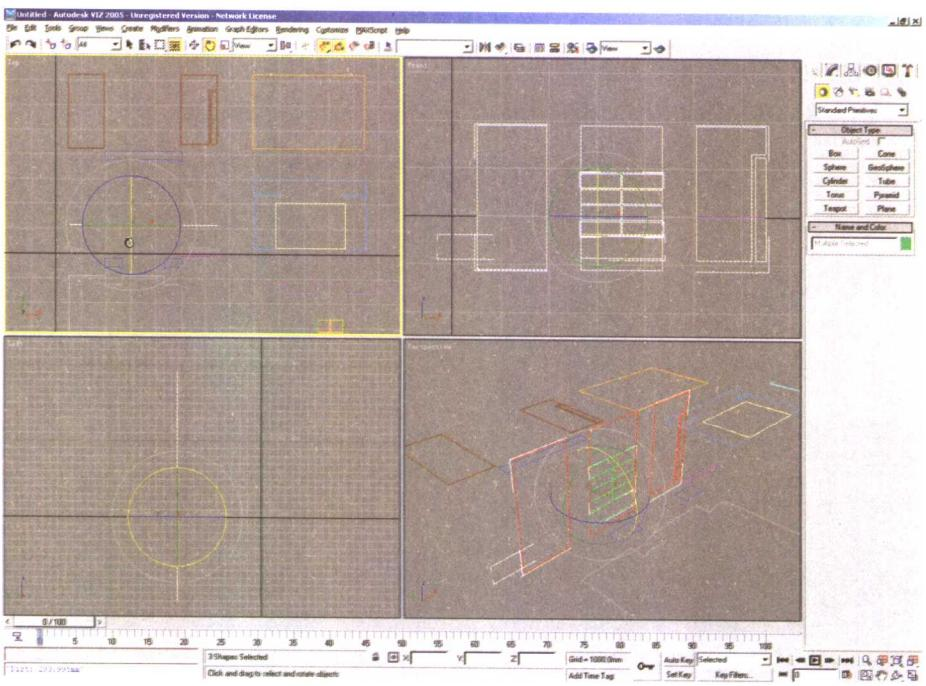

图 1-8 旋转上方的立面图形
(8) 按键盘上的 H 键，调出 Select Objects 对话框，配合 Ctrl 键选择 chuwugui.01、wall01.01、zhanjia.01 线形，单击 **Select** 按钮选择。单击鼠标右键激活顶视图，再按键盘上的 A 键，打开角度捕捉设置；按空格键将当前选择锁定，按 E 键切换到旋转模式，拖动鼠标，将当前选择立面沿 X 轴旋转 90°，如图 1-8 所示。